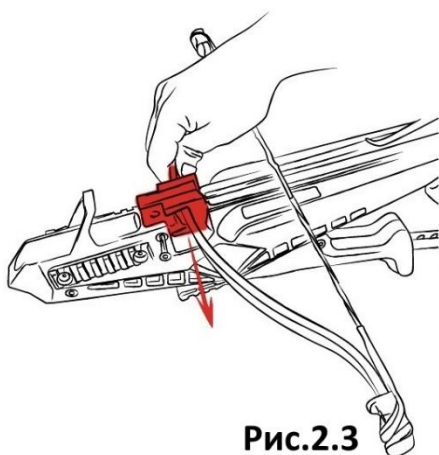
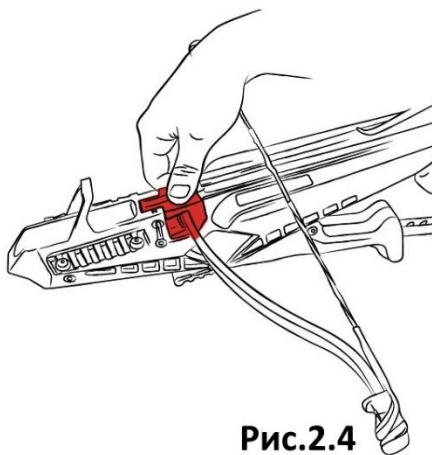

Рис.2.3
Рис.2.4
2. Вставьте плечи в разъем для крепления плеч (Рис.2.3) и аккуратно и плотно прижмите (Рис.2.4).